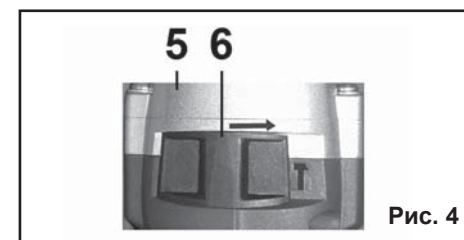

Рис. 4
9.2.5. Установите переключатель режимов работы (6) в положение «сверление с осевым ударом» (переместите переключатель (6) в направлении пиктограммы «молоток») (Рис.4).